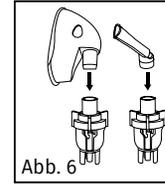

Abb. 6
8. Schließen Sie die Maske, das Mundstück (das Nasenstück) an die Verneblerkammer fest (Abbildung 6).